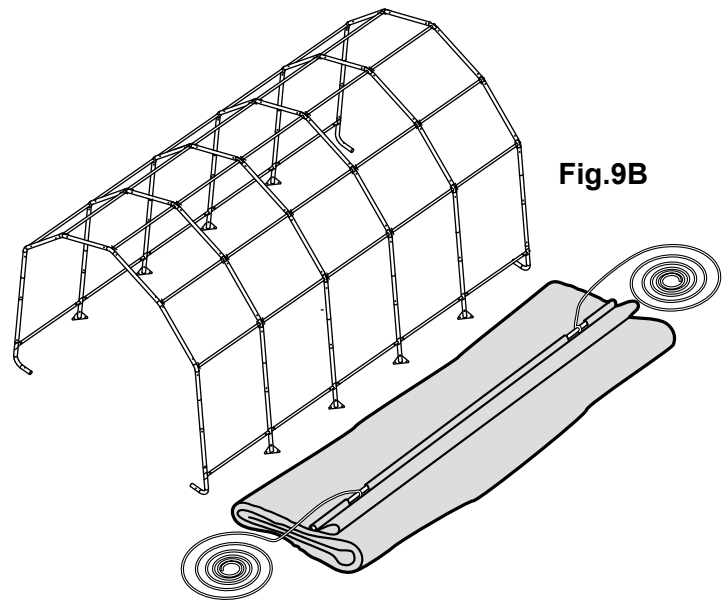

Fig.9B
**B.** Repliez le côté le plus proche de l'armature, de sorte que le fourreau pour tuyau soit accessible. Insérez un tuyau de toile à la première nervure centrale à partir de l'avant et à la première nervure centrale à partir de l'arrière, de sorte que les deux extrémités du tuyau soient insérées dans le fourreau et que le centre du tuyau soit exposé. Pour un abri allongé, il pourrait s'avérer nécessaire d'utiliser des tuyaux additionnels au centre (fig. 9B).